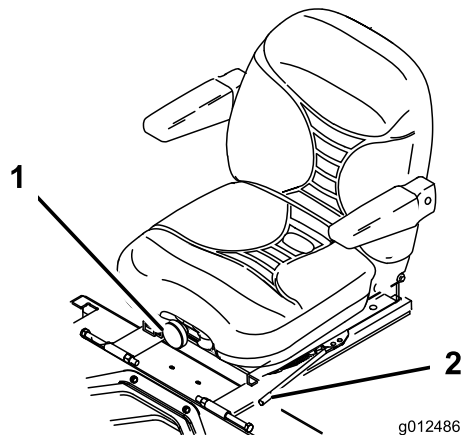

Figura 28
1. Il sedile si regola spostando da un lato la leva per sbloccarlo (Figura 28).
Per spostarlo, girate la manopola davanti nella direzione opportuna, fino ad ottenere il migliore comfort (Figura 28).